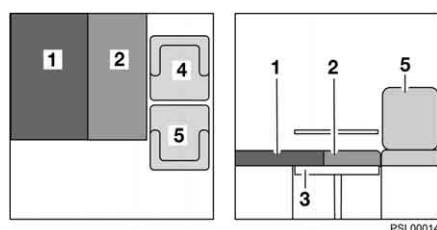

Fig. 50 Dopo la trasformazione
- Portare il cuscino del divano (Fig. 50,2) sul tavolo.
- Posizionare il cuscino dello schienale (Fig. 50,1) sul sedile.
- Spingere il sedile passeggero (Fig. 50,5) il più possibile verso il lato del conducente.
- Avvicinare il più possibile il sedile conducente (Fig. 50,4) al sedile passeggero.